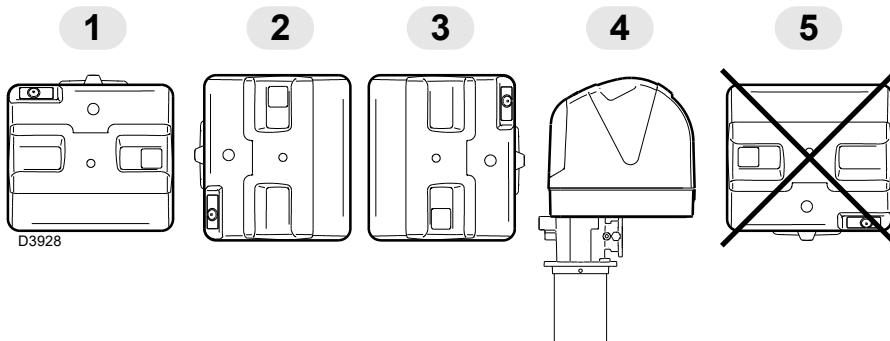

Fig. 7
- Le brûleur n'est prévu que pour fonctionner dans les positions **1, 2, 3 e 4** (Fig. 7).